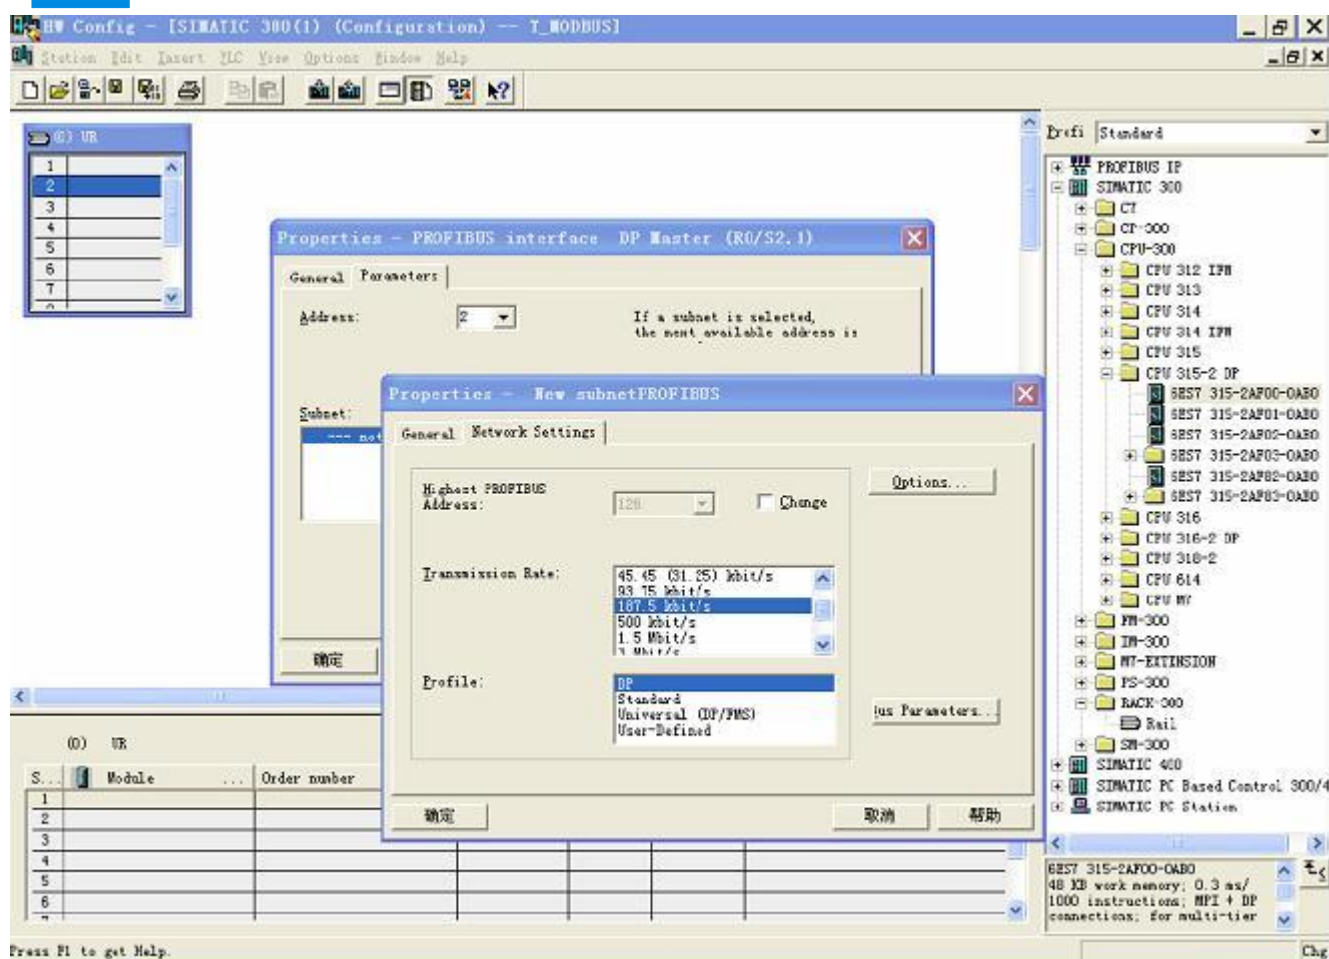

图 11
- 创建 PROFIBUS DP 网络, 设置 PROFIBUS DP: New->Network settings, 选择 DP, 选择一个波特率如 187.5Kbps, 然后 “OK”. 双击它; 如图 11